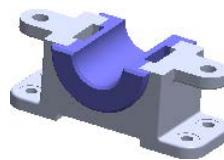

图 7.11.2 添加轴套零件
(1) 引入零件。进入装配环境后，系统会自动弹出“开始装配体”和“打开”对话框；在“打开”对话框中选取 D:\sw17.1\work\ch07.11\down_base.SLDPRT，单击 **打开** 按钮。
(2) 单击“开始装配体”对话框中的 **√** 按钮，零件固定在原点位置。
Step3. 添加如图 7.11.2 所示的轴套并定位。